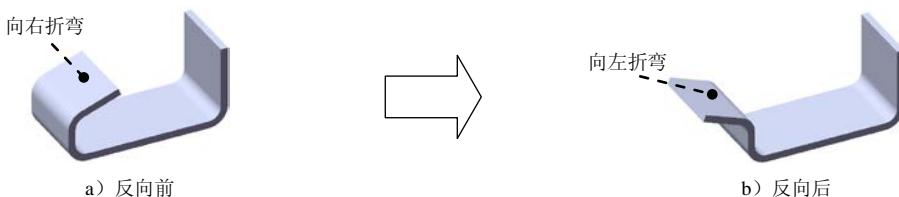

图 10.2.17 设置折弯长度的方向
- 法兰长度(L) 区域
-  按钮：单击此按钮，可切换折弯长度的方向（图 10.2.17）。